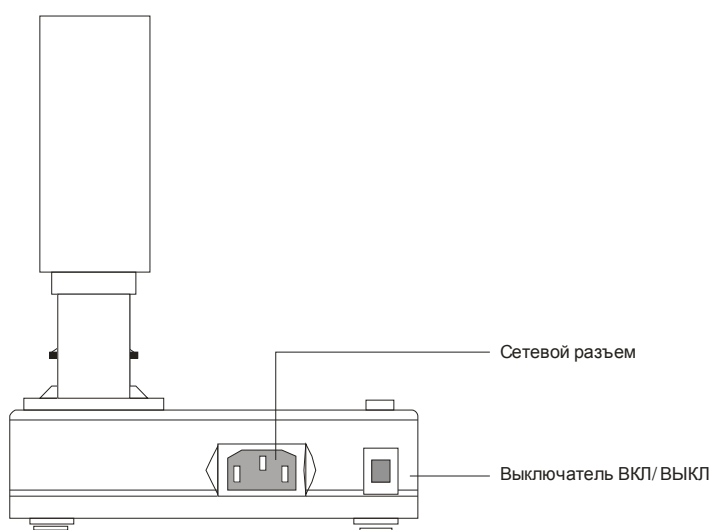

Рис. 2 Задняя панель ИДК-3М
Блок электронного управления имеет пластмассовый корпус, в верхней левой части которого расположена кнопка «ПУСК»; на лицевой панели блока находится индикатор условных единиц ИДК, три светодиода, указывающие на режимы работы прибора, и в правом верхнем углу лицевой панели находится светодиод, указывающий на включение сети. На задней панели корпуса блока управления (рис. 2) расположены сетевой разъем и выключатель питания.
6.5. Подключить сетевой шнур в сетевой разъем прибора (см. рис. 2). **Убедитесь, что сетевой кабель плотно вставлен!**